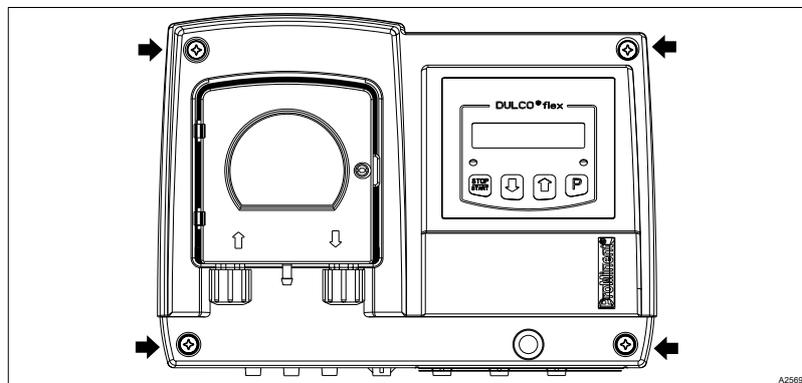

Abb. 7: 4 Schrauben (Pfeile) am Gehäuseoberteil
2. ➤ Lösen Sie die 4 Schrauben am Gehäuseoberteil, Abb. 7.